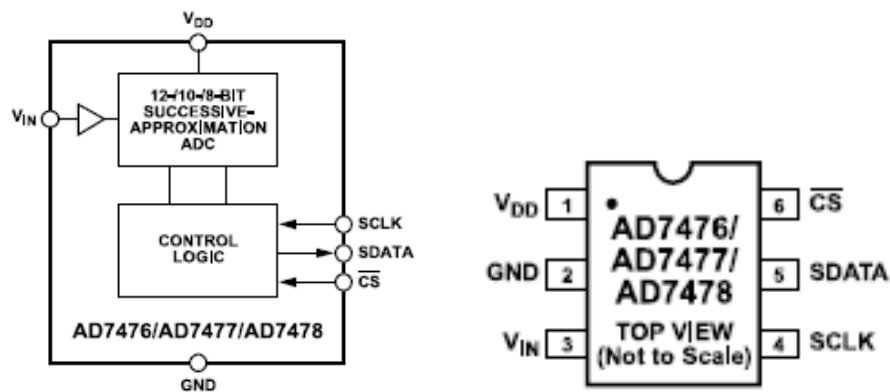

Fig. 36. Diagrama de bloques funcional y configuración de los pines del AD747X
Como se observa en el diagrama funcional de bloques de la Fig. 36, tiene tres señales digitales, debido a la interfaz serie. La señal reloj (SCLK) y la señal chip select (CS), que son de entrada y la señal de datos (SDATA), que es de salida.